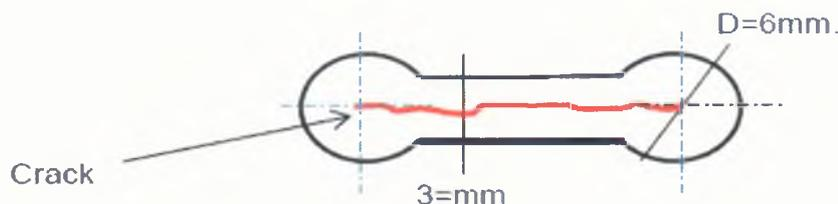

Рисунок 27. Эскиз выборки трещины.
1.20.1. Выполнить засверловку концов трещин  $\varnothing 6\text{mm}$ . Выполнить выборку трещины борфрезой  $\varnothing 3\text{mm}$  (см. рис. 27).